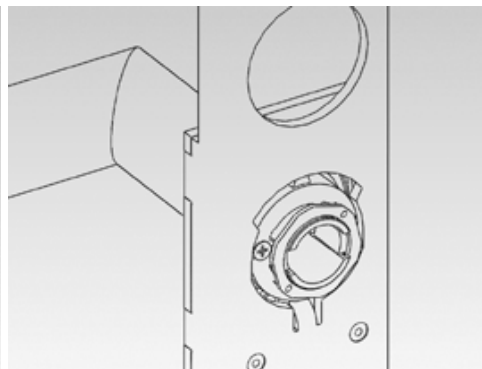
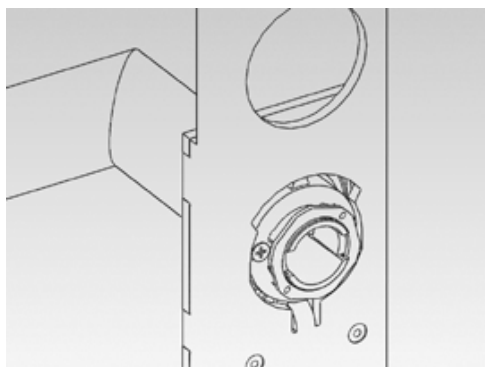

Abbildung 4:
Abbildung 5:
8. Den Außendrücker (3) festhalten und mit dem Gabelschlüssel den Drückerverschluss (5) bis zum Anschlag ca. 75° nach rechts verdrehen (Bild 4 und Bild 5). Bei nicht korrekter Montage ist es möglich, dass sich der Drücker wieder lösen kann.
10. Das Kabel am Außenbeschlag von der Außenseite durch die PZ-/SR-/BO-Öffnung des Einsteckschlusses (6) schieben.
11. Anschließend den Innenbeschlag (8) durch gleichzeitiges durchschieben des Vierkantes durch die Nussaufnahme schieben. Außerdem den SnapIn Mechanismus durch die Zylinderöffnung des Einsteckschlusses (6) durch die Tür schieben, so dass dieser bündig an der Tür anliegt. Hierbei darauf achten, dass das Kabel nicht gequetscht oder geknickt wird.
12. Gleichzeitig die Vierkantaufnahme des Außenbeschlages (4) auf den Vierkant des Innenbeschlages und den SnapIn-Mechanismus (7) des Außenbeschlages in den SnapIn (7) des Innenbeschlages schieben, dass dieser ebenfalls bündig an der Tür anliegt.
14. Den Außendrückers (3) auf Leichtgängigkeit prüfen, ansonsten liegt eventuell ein Problem mit dem Einsteckschloss (6) oder ein Montagefehler vor. Im Zweifelsfalle Komponenten demontieren und wieder bei Punkt 7 beginnen.
15. Befestigungsschraube (9) von der Innenseite der Tür durch den SnapIn Mechanismus (7) schieben und handfest (ca. 5 – 7 Nm) anziehen (siehe Abbildung).